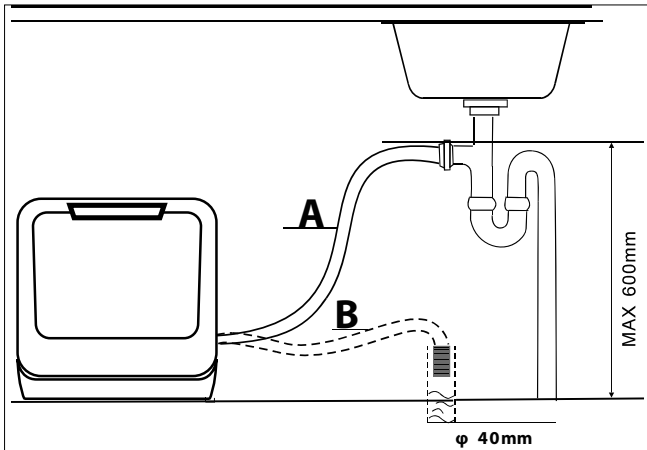

Fig. 8 – Conexión del sifón
- ▶ Conecte la manguera de desagüe al sifón (para lavadoras) de la tubería de desagüe situada debajo del fregadero (véase Fig. 8). Procure que la manguera de vaciado tenga una inclinación suficiente. El aparato debe situarse como mínimo 4 cm por encima del desagüe.